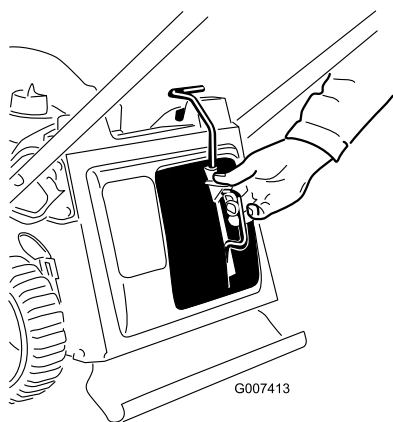

Figura 9
2. Apriete el botón de la palanca con el dedo pulgar e introduzca el tapón de reciclado a fondo en el hueco (Figura 9).